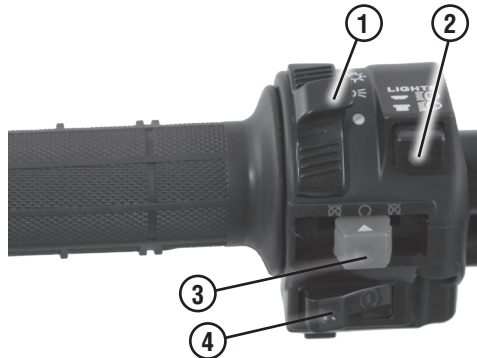

Рис. 6. Блок переключателей на руле левый
Выключатель световых приборов (рис. 6, поз. 1) имеет три фиксированных положения:
Переключатель света фар (рис. 6, поз. 2)
Стоп-двигатель (рис. 6 поз. 3) используется для экстренного выключения двигателя.
-  **Кнопка электростартера (рис. 6, поз. 4)** служит для запуска двигателя.